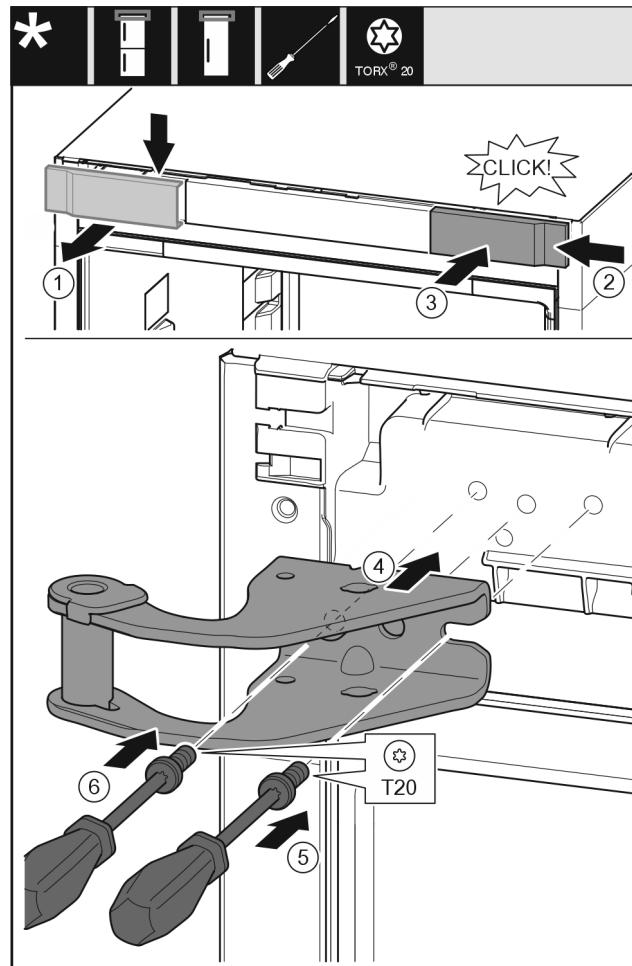

Fig. 12
- ▶ Retirer le cache du haut vers l'avant. Fig. 12 (1)
- ▶ Accrocher le cache tourné de 180° de l'autre côté à droite. Fig. 12 (2)
- ▶ Encliquer le cache. Fig. 12 (3)
- ▶ Mettre en place le support de palier supérieur. Fig. 12 (4)
- ▶ Mettre en place la vis avec un tournevis T20 et la serrer. Fig. 12 (5)
- ▶ Mettre en place la vis avec un tournevis T20 et la serrer. Fig. 12 (6)